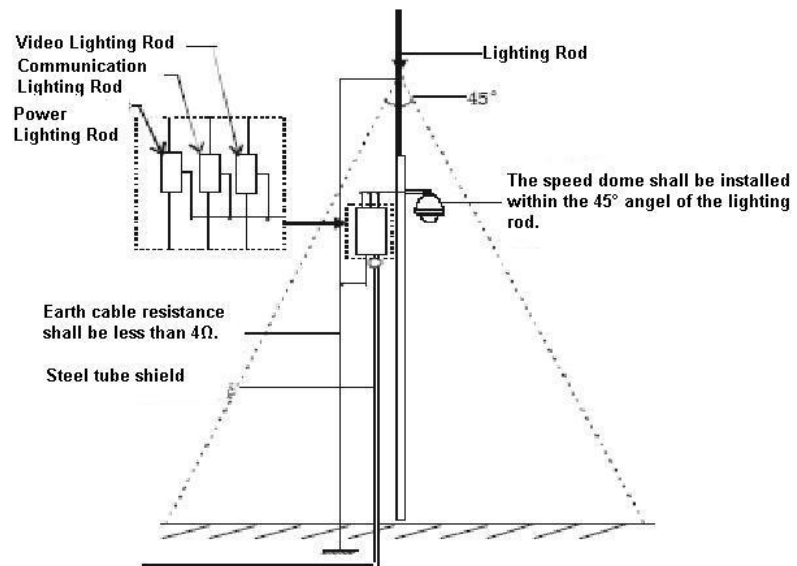

Рисунок 4-1
- Система должна позволять эквипотенциальное электрическое соединение. Заземляющее устройство должно отвечать требованиям защиты от помех и одновременно соответствовать вашим местным требованиям безопасности. Заземляющее устройство не должно быть замкнуто накоротко на провод N (нейтраль) высоковольтной питающей сети или объединено с другими проводками. Если система соединяется с отдельным заземлением, сопротивление заземления должно быть не более 4 Ом и сечение заземляющего провода не больше 25 мм2. Смотрите Рисунок 4-1.